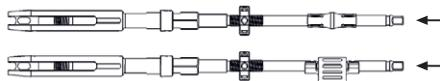

Abb. 12
- ▶ Zusammen in FRI-Außenhülse einführen, siehe Abb. 12.